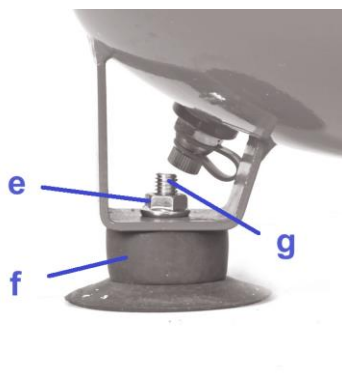

Fig. 3
- Montez le pied de support comme indiqué sur la Fig. 3.